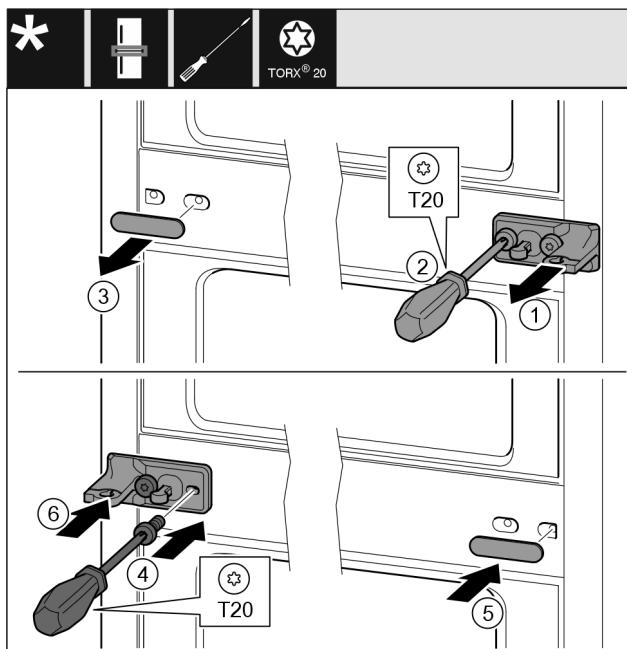

Fig. 11
- ▶ Nutraukite poveržlę. Fig. 11 (1)
- ▶ Išsukite varžtus atsuktuvu T20. Fig. 11 (2)
- ▶ Atsargiai nutraukite dengiamąjį plokštelię. Fig. 11 (3)
- ▶ Vidurinę atraminę gembę su plėvele, pasukę 180°, tvirtai prisukite kitoje pusėje. Fig. 11 (4)
- ▶ Vidurinę atraminę gembę, pasukę 180°, pritvirtinkite kitoje pusėje. Fig. 11 (5)
- ▶ Užmaukite plokštelię iš priekio. Fig. 11 (6)